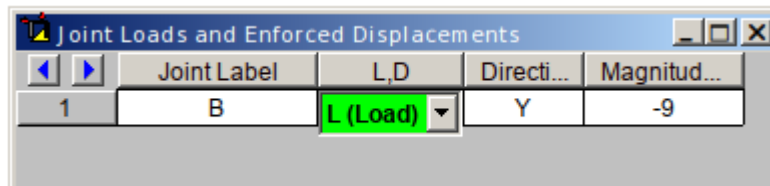

Figura 10
10. Las cargas en los nodos se especifican en este paso. Únicamente una carga vertical de 9 kip está aplicada en el nodo B. Presione **Cargas en los Nodos** de la barra de herramientas **Entrada de Datos**. Especifique la etiqueta del nodo en la primera columna de la hoja de cálculo **Cargas en los Nodos y Desplazamientos Obligados** (vea la Figura 10). Especifique la **L (Carga)** en la segunda columna. La dirección de la carga, que está en la dirección **Y** para la carga vertical, se especifica en la tercera columna. La magnitud para la carga vertical se especifica en la cuarta columna. Ya que la carga vertical actúa en la dirección hacia abajo, que es la dirección **Y** negativa, la magnitud de la carga nodal es de -9. [Usted puede especificar **D (Desplazamiento)** en la segunda columna para problemas que involucren asentamientos en los apoyos.] También vea el Paso 14 para la entrada gráfica de cargas.